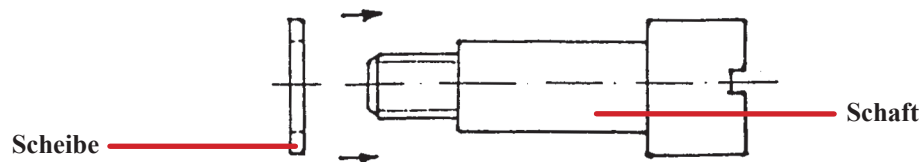

Bild 4
4. Zur Verkürzung des Schaftes der Einstellschraube eine geeignete Scheibe von ca. 1,5 - 2 mm Breite aufstecken (Bild 4). Der Durchmesser der Scheibe darf nicht größer als 18 mm sein.